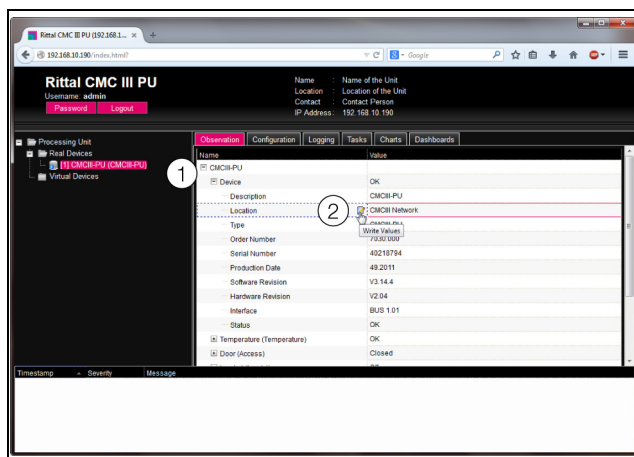

Abb. 33: Auswahl eines einzelnen Parameters
- Klappen Sie nacheinander die Einträge „CMCIII-PU“ und „Device“ aus, indem Sie auf das „Plus“-Zeichen vor dem Eintrag klicken (Abb. 33, Pos. 1).
- Setzen Sie den Mauszeiger an das Ende der ersten Spalte in der Zeile „Location“ (Abb. 33, Pos. 2). Es erscheint ein „Edit“-Symbol und der Mauszeiger ändert sich in ein „Hand“-Symbol.